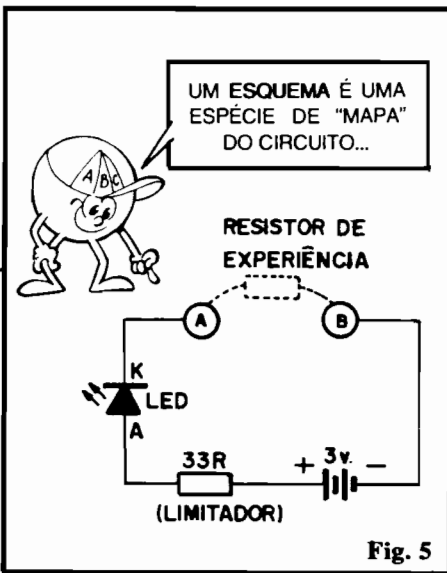
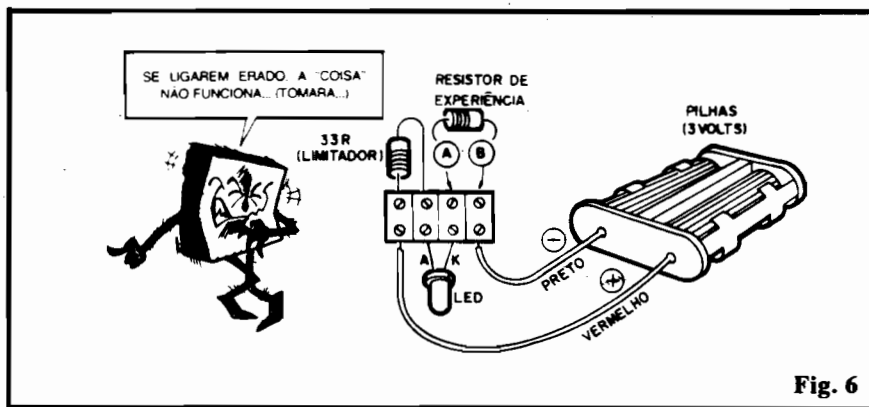

Fig. 5
Fig. 6
- FIG. 5 - Mostra o esquema básico do circuito para as experiências (em essência, é o mesmo utilizado para comprovação da Lei de Ohm). Conforme já foi dito, um "esquema" nada mais é do que a "representação" simbólica, em diagrama estilizado, dos componentes reais, e das suas ligações (ou seja: um "mapa" do circuito...). Vocês já sabem os símbolos esquemáticos utilizados para representação do LED, do resistor e das pilhas... Observem cuidadosamente o diagrama, identificando cada peça e a ordem e posição em que são interligados...
- FIG. 6 - "Chapeado" da experiência. Compare-a com o esquema (fig. 5) para fazer um "treinamento" de interpretação. Observe com muita atenção, durante a ligação dos componentes, a **polaridade** da alimentação (pilhas), sempre com o fio **vermelho** do suporte referindo-se ao **positivo** e o fio **preto** ao **negativo**. Atenção também à correta identificação dos terminais do LED ("K" é o mais curto, e que sai da peça ao lado de um pequeno chanfro; "A" é o mais longo...). Notar que o resistor de 33R (laranja-laranja-preto) é "fixo", funcionando como "limitador final" para a corrente entregue ao LED. Já o "resistor de experiência" pode ter seu valor variado, **sempre** ligando-o aos segmentos (A) e (B) da barra "Sindal".
Quem não "desmontou" o núcleo da experiência mostrada na fig. 6 pode, facilmente, comprovar a ação do potenciômetro: basta pegar um componente com o valor nominal de 10K, ligar seus terminais 2 e 3 aos segmentos (A) e (B) da barra "Sindal" (fig. 6), girar o eixo do potenciômetro totalmente para a direita (lentamente), ou levar o cursor do potenciômetro deslizante, todo para uma extremidade e todo para a outra (lentamente), observando a variação no brilho do LED (que, como sabemos, indica proporcionalmente a **CORRENTE** no circuito, que é proporcional à **RESISTÊNCIA** oferecida pelo componente...